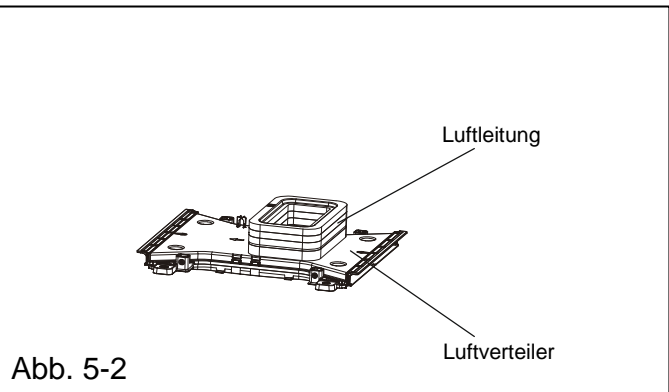

Abb. 5-2
5. Vor der Installation des Luftverteilers für die Inneneinheit der Klimaanlage für Wohnwagen setzen Sie die Luftleitung aus den Kunststoffrahmen je nach Stärke des Wagendachs zusammen. Nach der Prüfung der provisorischen Installation verwenden Sie Dichtungen und Kunststoffrahmen in benötigten Anzahlen, um die Luftleitung endgültig zusammensetzen. Kleben Sie die Dichtungen und Kunststoffrahmen mit dem doppelseitigen Klebeband (muss nachgekauft werden) gegenseitig (siehe Abb. 5-2 und 5-2).